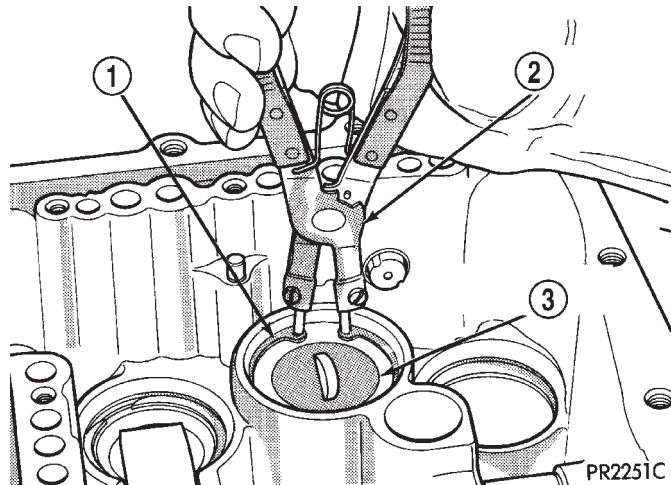

Fig. 71 Anillo de muelle del acumulador
(31) Instale el anillo de muelle del acumulador (Fig. 71).